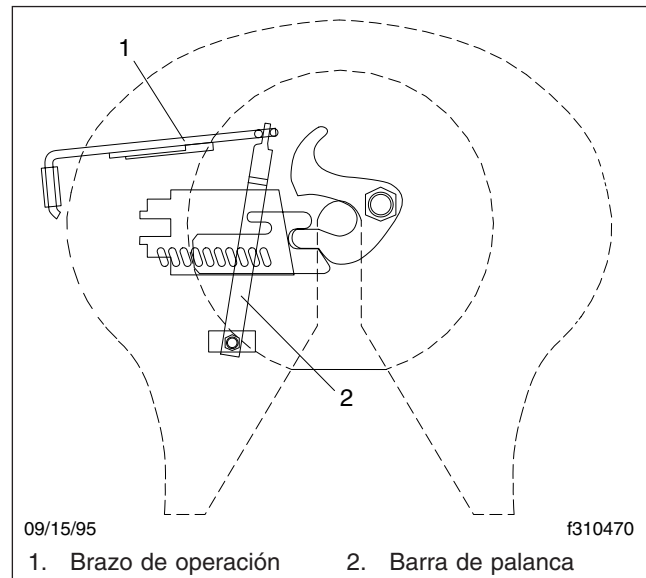

Figura 2, Alineamiento de la barra de palanca y de la manija de operación
5. La barra de palanca y la manija de operación deben estar alineadas correctamente. Vea la **Figura 2**. Reemplace cualquier barra de palanca o manija de operación que esté torcida o mal alineada.